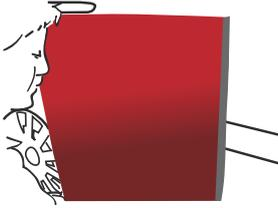

Figure 11
- › Retirer tout le liner. (FIG. 11)